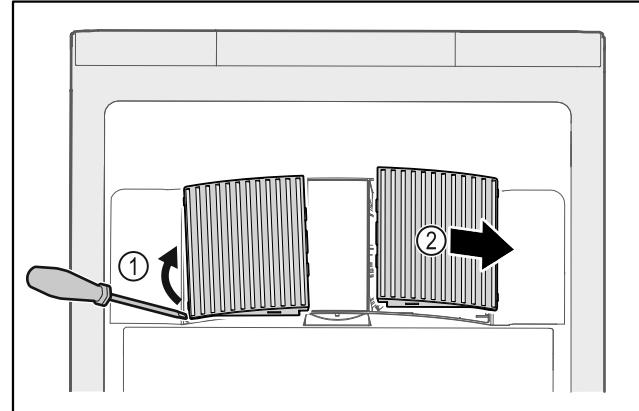

Fig. 34
- Oprezno podignite ventilatorske pokrove sa strane Fig. 34 (1) i skinite ih prema naprijed Fig. 34 (2).